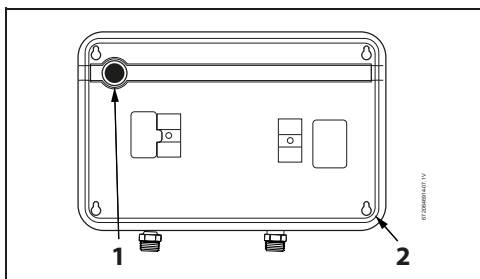

Fig. 17 Parte posterior de la unidad
- Si va por la parte posterior de la cubierta de la unidad, corte a través del orificio de la placa trasera con un cuchillo afilado. Asegúrese de no retirar la arandela de la placa posterior (Fig. 17):